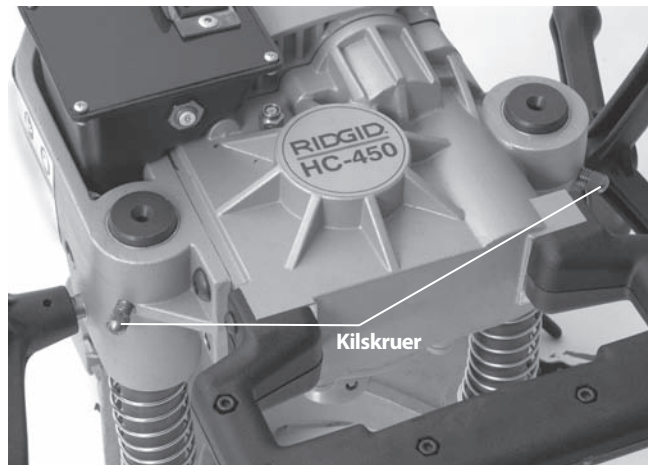

Figur 12 – Børsteplassering – Uten motordekselet
2. Bruk tang til å trekke motorbørstene rett ut. Koble fra kontaktstykket. (Se figur 12.)